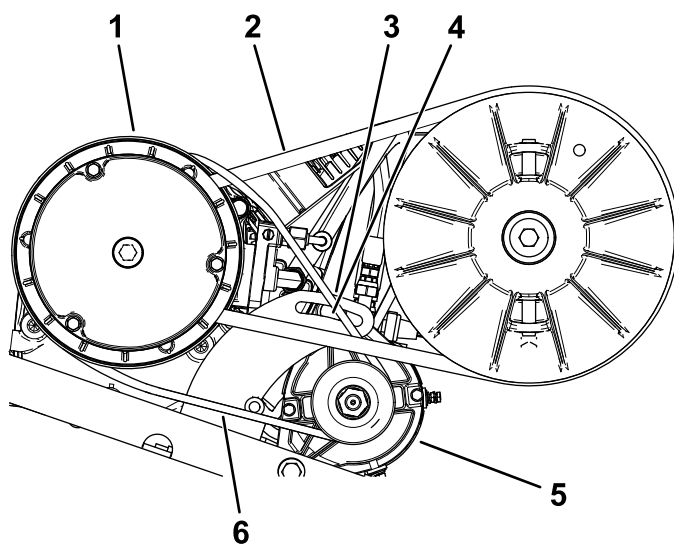

Bild 67
2. Lösen Sie die Drehmutter für den Startergenerator (Bild 67).
4. Drücken Sie das Stemmeisen nach unten, um den Starter nach unten im Schlitz zu drehen, bis die Riemenspannung nur eine Riemendurchbiegung von 6 mm erlaubt, wenn Sie eine Kraft von 44 N·m aufbringen (Bild 67).
5. Ziehen Sie die Drehmutter mit der Hand an und entfernen das Stemmeisen (Bild 67).